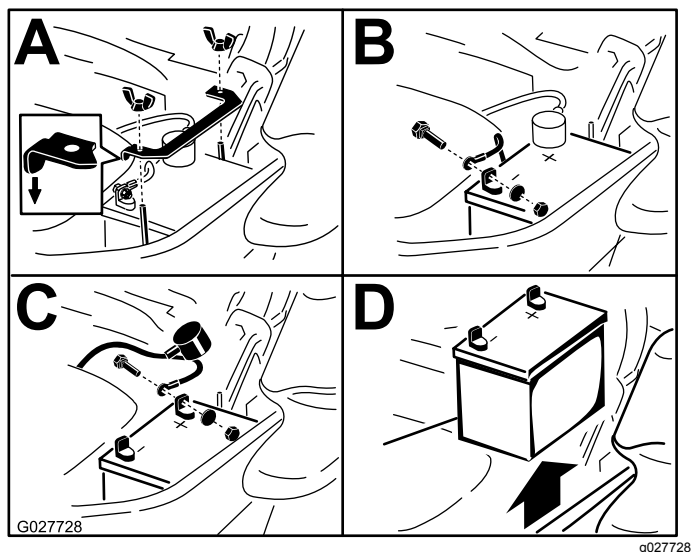

Figure 58
- Retirez la batterie, comme montré à la Figure 58.